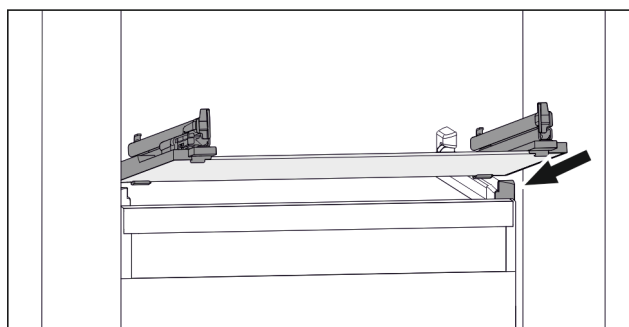

Fig. 95 Примерно изображение на стъклената плоча
- ▶ Поставете стъклената плоча под ъгъл зад ограничителите. (виж Fig. 95)